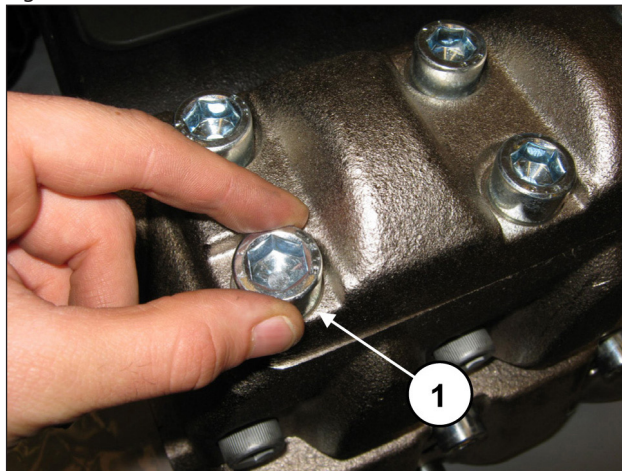
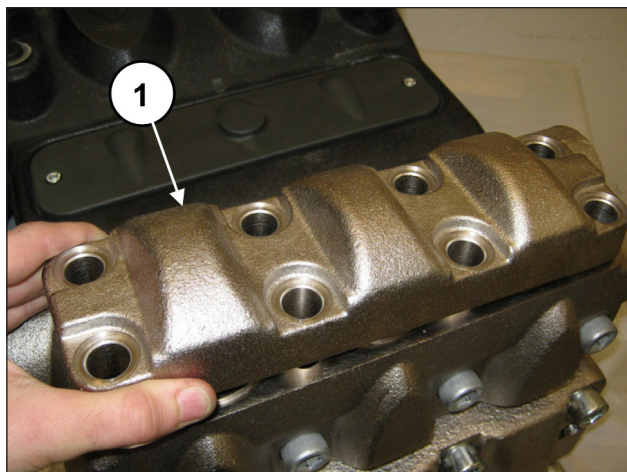

Fig. 139
Fig. 140
Dévisser les 8 vis M16x45 du couvre-soupapes de refoulement (rep. ①, Fig. 139) et déposer le couvre-soupapes (rep. ①, Fig. 140).